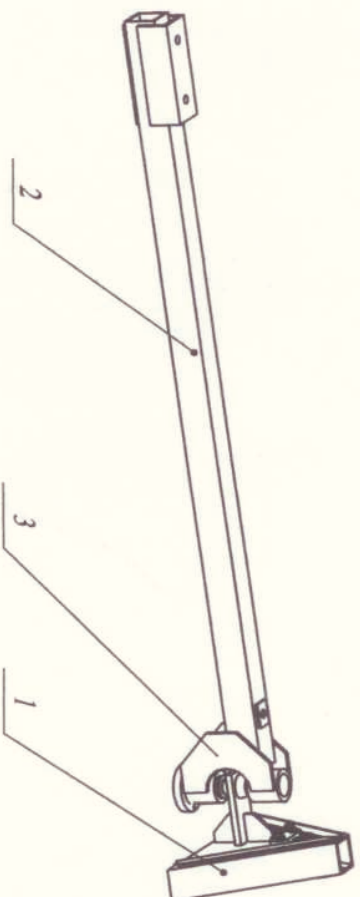

Рис. 5 Сница
2.7. Сница (рис. 5) состоит из укороченного замка 1, шарнирно соединенного с штангой 2. Угол вертикального поворота замка равен $+20^\circ$, горизонтальный угол поворота $+90^\circ$. Сница в транспортном положении фиксируется двумя пальцами с шпильками, а в рабочем положении выдвигается внутрь балки.